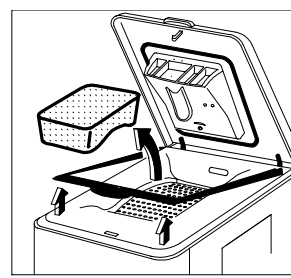

Fig. 2
- Ouvrez le couvercle de l'appareil et retirez la cale qui bloque le tambour et celle en plastique. Refermez le couvercle (fig. 2).